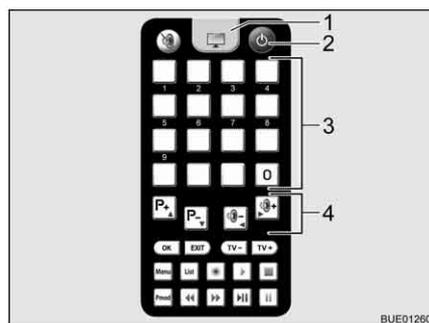

Bild 26 Fernbedienung
- Auf der Fernbedienung Taste "⏻" (Bild 26,2) drücken.
- Über die Speichertasten (Bild 26,3) oder die Funktionstasten (Bild 26,4) den gewünschten Sender einstellen.